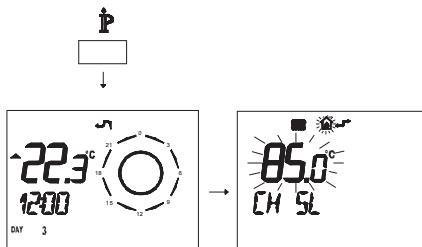

Figura 5.44
- Pulse durante más de 3 segundos el botón **PIP** para entrar en la modalidad **INFO** (Figura 5.44).